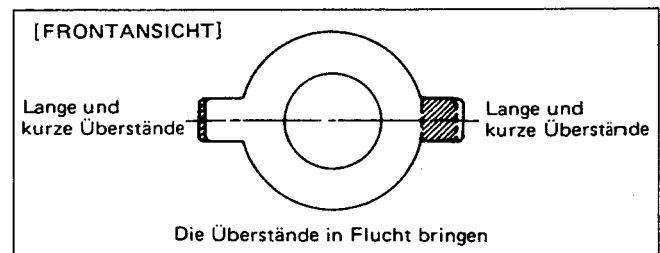

Abb. B-2
2. Richten Sie die Reinheitszungen horizontal aus, wie in Abb. B-2 gezeigt. Dabei sollte die lange Zunge in die gleiche Richtung wie die kurze Zunge zeigen.